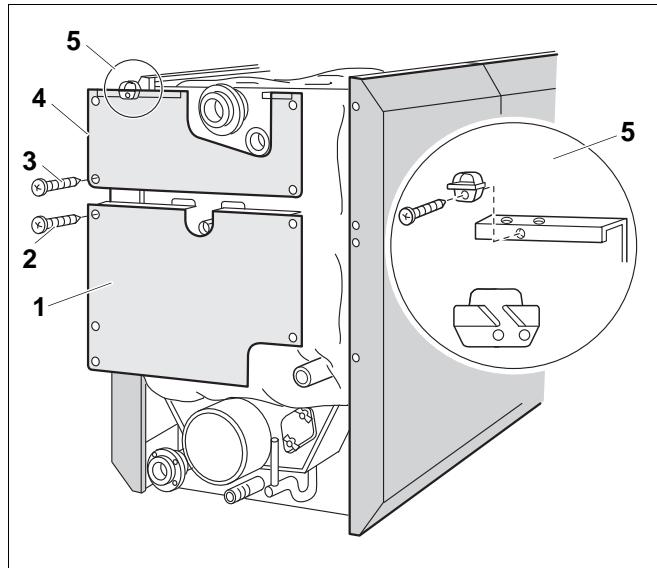
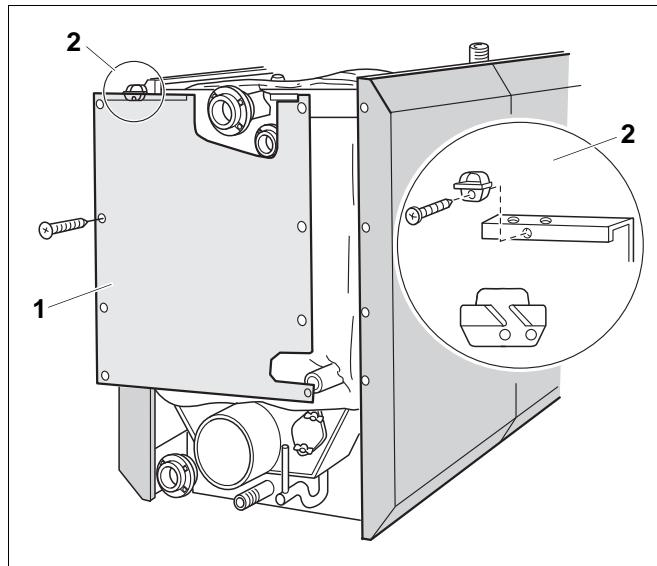

Рис. 14 Крепление двух частей задней стенки (котлы мощностью от 145 до 310 кВт)
Рис. 15 Крепление задней стенки (котлы мощностью от 400 до 600 кВт)
В котлах мощностью от 145 до 310 кВт задняя стенка состоит из 2 частей (рис. 14), в котлах мощностью от 400 до 640 кВт – только из одной части (рис. 15).
- Закрепите нижнюю заднюю стенку (рис. 14, **поз. 1**) 5 саморезами (рис. 14, **поз. 2**) к боковым стенкам.
- Задвиньте верхнюю часть задней стенки (рис. 14, **поз. 4**) Z-образной отбортовкой за нижнюю заднюю стенку и закрепите ее 4 саморезами (рис. 14, **поз. 3**) к боковым стенкам.
- Установите одно или два крепления кабеля или кабельный канал на верхней задней стенке (рис. 14, **поз. 5**).
- Закрепите заднюю стенку (рис. 15, **поз. 1**) 4 саморезами справа и слева к боковым стенкам. Оба верхних самореза должны проходить сквозь траперсы.
- Закрепите одно или два крепления кабеля или кабельный канал на отбортовке задней стенке (рис. 15, **поз. 2**).